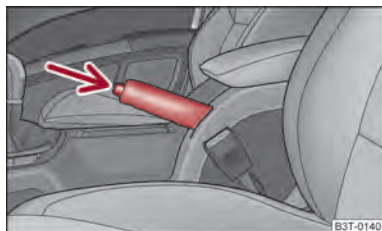

Fig. 117 Consola central: Freno de mano
- Tire de la palanca del freno de mano un poco hacia arriba y pulse **simultáneamente** el botón de bloqueo ⇒ fig. 117.